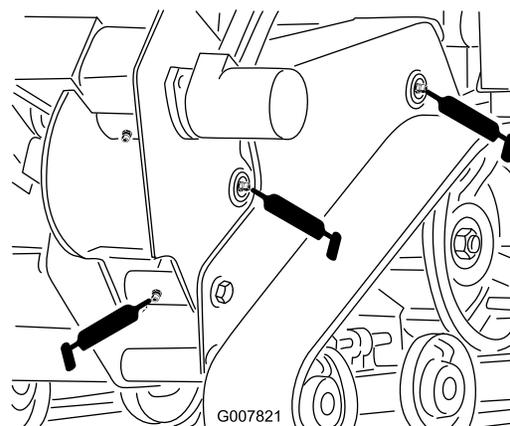
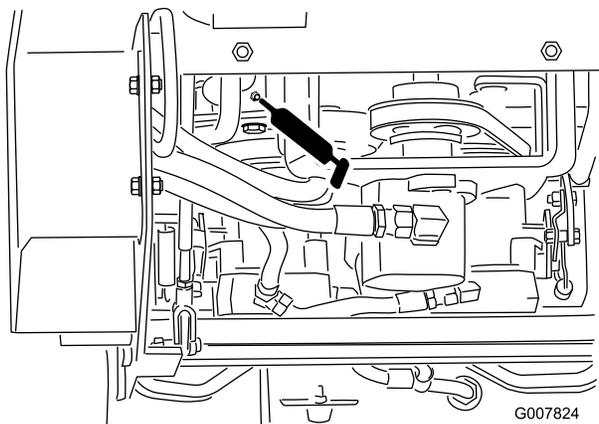

Figura 28
Figura 31
3. Collegate un ingrassatore a pressione a ciascun raccordo (da Figura 28 a Figura 31).